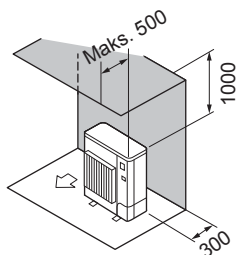

Fig. 2-3
- ② Miejsce ograniczone tylko z tyłu i od góry (Fig. 2-3)